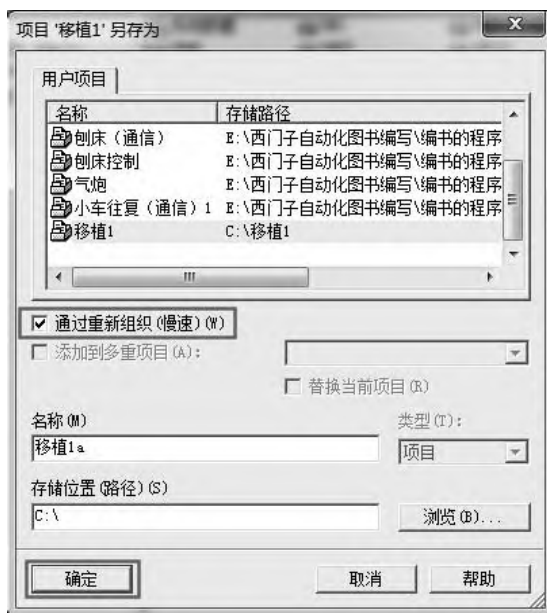

图 12-5 项目进行另存
③ 重新编译项目。在 SIMATIC Manager 的菜单栏中，单击“文件”→“另存为”，弹出如图 12-5 所示的界面，勾选“通过重新组织（慢速）（W）”选项，填写要另存的路径和名称，单击“确定”按钮。